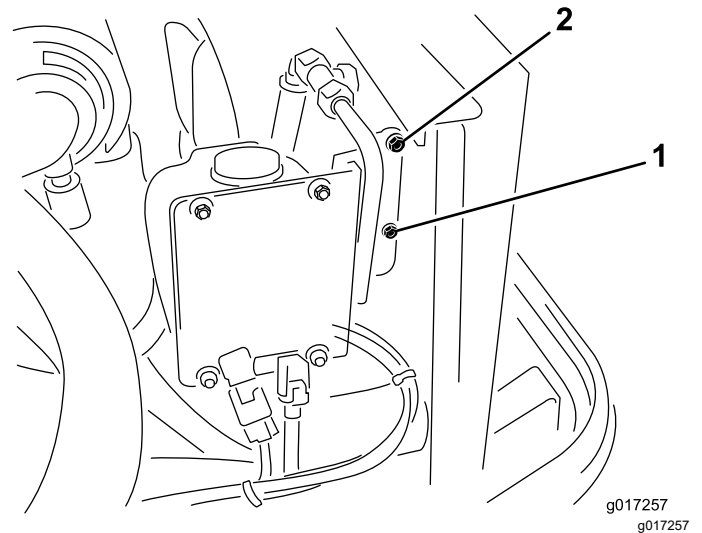

図 17
1. ラジエターハウジングの左側からボルトを外し捨てないこと、図 17のように、ウォッシャーボルト・ワイヤハーネス・アセンブリを配置する。